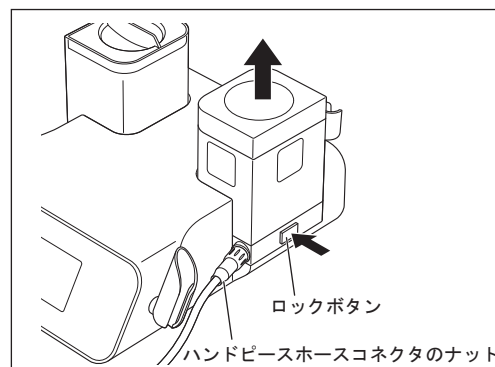

図43
- 1) 「8-6-4 エアー抜き」にしたがってチャンバー内のエアー抜きを行い、ロックボタンを押しながらチャンバーを取り外し、チャンバーをまっすぐ引き上げます（図43）。
- 6) 「8-6-4 エアー抜き」にしたがってチャンバー内のエアー抜きを行い、ロックボタンを押しながらチャンバーを取り外し、チャンバーをまっすぐ引き上げます（図43）。